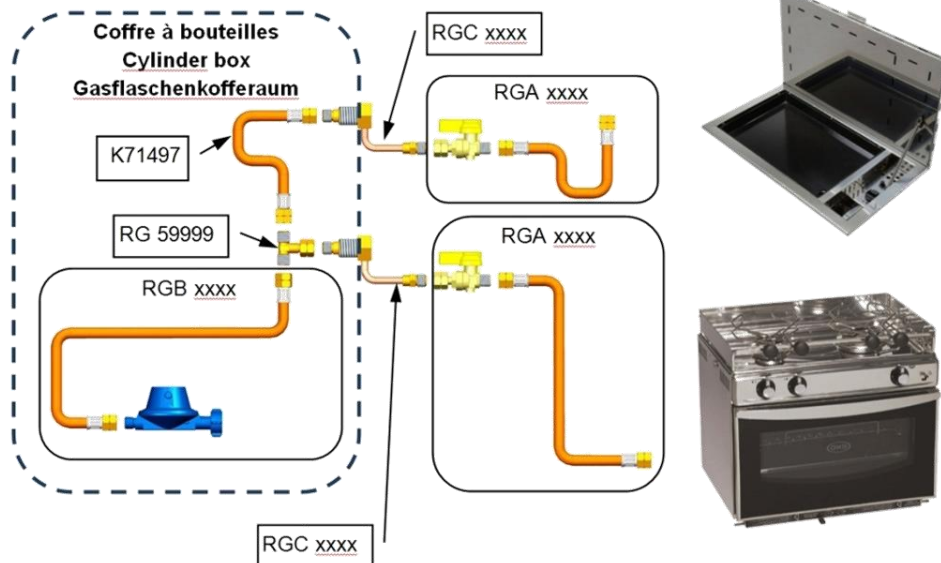

FIG. 2
**NOTA:** Il peut-être fourni en option un kit de raccordement gaz: "ENOQUIP" (FIG. 2)